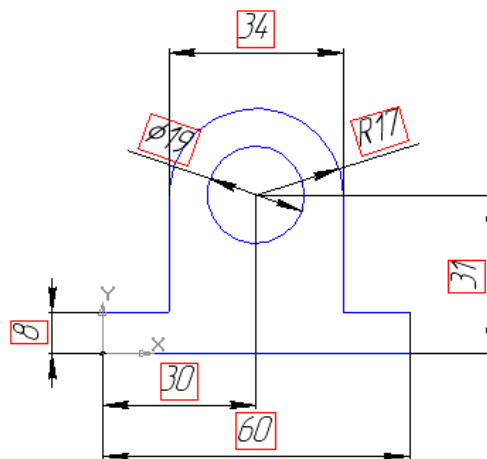

Рисунок 4.1 – Ескіз простого корпусу
Розглянемо побудову простого корпусу підшипника. В нашому випадку ширина корпусу однакова, тому раціональною буде операція видавлювання контуру на задану величину (рис. 4.1).
1. Створіть ескіз на площині **XY** згідно з рис. 4.1.